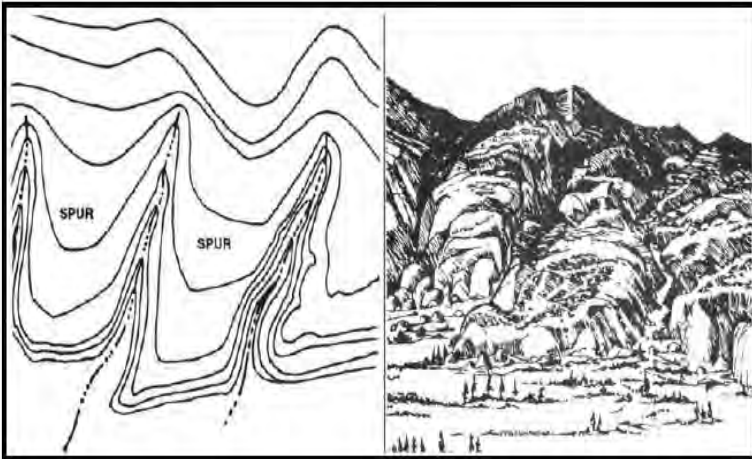

Figure 071-COM-1001-8. Spur.
c. Identify a cliff (Figure 071-COM-1001-9).